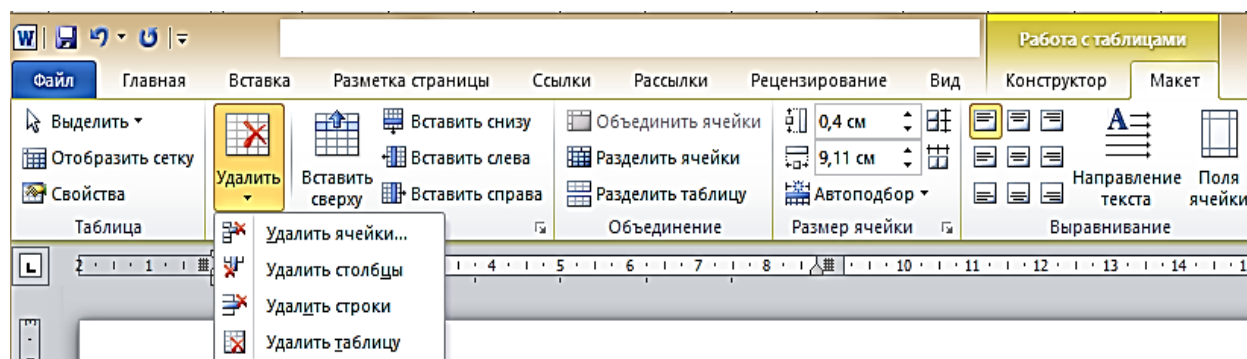

Рис. 64. Удаление строк и столбцов с использованием контекстной вкладки «Макет»
2. Нажать кнопку **Удалить** группы **Строки и столбцы** (рис. 64) и в меню выбрать соответствующую команду (**Удалить строки** или **Удалить столбцы**).